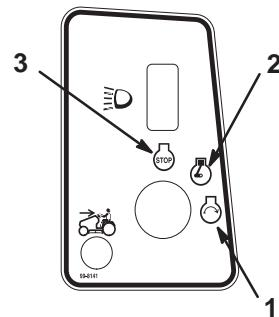

Figure 9
- Tournez la clé de contact dans le sens des aiguilles d'une montre et maintenez-la en position de Démarrage (Fig. 9). Relâchez la clé quand le moteur démarre.
- Tournez la clé de contact en position Contact coupé et enlevez-la (Fig. 9).